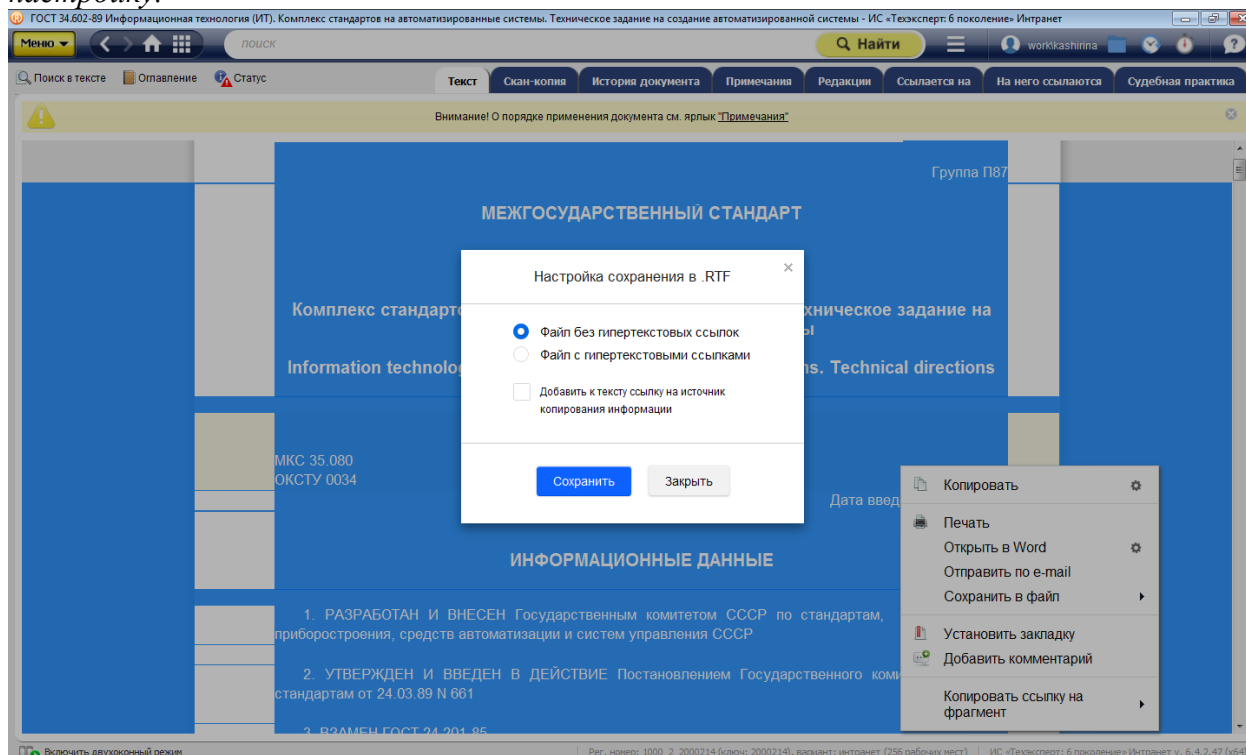

Рис. 15. Настройка функции контекстного меню «Открыть в Word»
2. Откроем в Word текст данного документа без гиперссылок. Для этого нужно выделить фрагмент текста (наименование и предисловие), открыть контекстное меню правой кнопкой мыши, нажать на шестеренку рядом с пунктом меню «Открыть в Word» и выбрать функцию «Файл без гипертекстовых ссылок», нажать кнопку «Сохранить» (рис. 15). Теперь можно нажимать на пункт меню «Открыть в Word». *Обратите внимание, что система запоминает последнюю выбранную функцию, поэтому, если нужно*